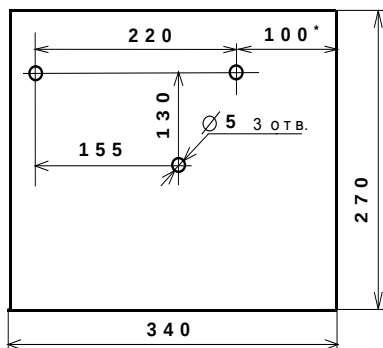

Рис. 1
1.2.14 РИП обеспечивает возможность отключение звукового сигнализатора с помощью кнопки S1 (при открытой крышке РИП), находящуюся на плате см. рис.1.
3.2.2 Закрепить РИП в удобном месте. Габаритно-установочные размеры указаны на Рис. 1.